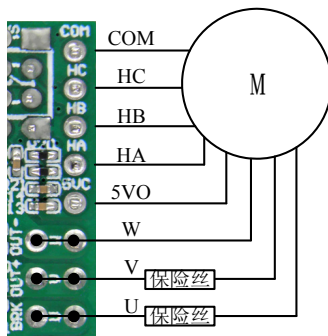

图 3.4 电机接线图
- 1) 断开驱动器电源。将电机的U、V、W三相电源线接到驱动器电机接口的U、V、W，将电机的霍尔信号传感器电源线正负极（通常正极为红色，负极为黑色，具体参照电机的相关资料）分别接到驱动器霍尔信号接口的 5VO和COM，霍尔信号传感器的三霍尔位置信号线接到驱动器霍尔接口的HU、HV、HW，如图 3.4 所示。